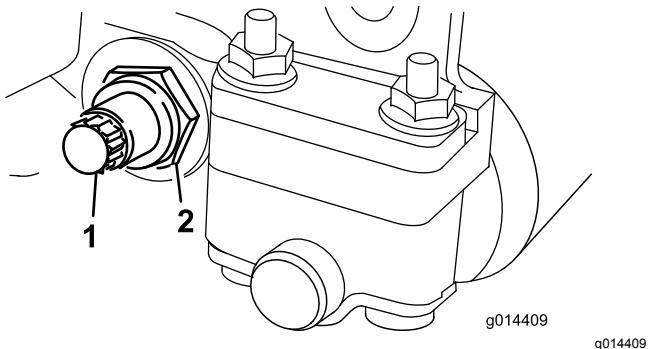

Figura 25
3. En cada lado de la máquina, afloje la contratuerca que sujetla el perno de la barra de asiento (Figura 25).
4. Retire todos los pernos de la barra de asiento, para poder tirar de la barra hacia abajo y retirarla de la máquina (Figura 25).